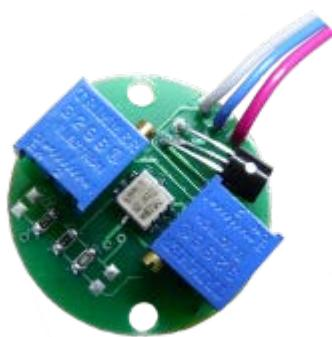

Рис.7
6.7. Датчик угла наклона 1 стрелы, Рис.7, представляет собой электронный потенциометр, приводимый в действие силой гравитации и преобразующий угол наклона стрелы в электрический сигнал. Датчик угла 1 встроен в датчик длины стрелы.